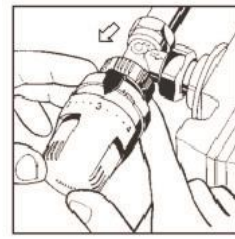

图 5
- 3、控制器挡圈回位扣紧，设定的温度即被锁定，手柄无法调节刻度，如（图 5）。
- 3、控制器挡圈回位扣紧，温度限位即被锁定，温度在设定范围内调节，如（图 5）。